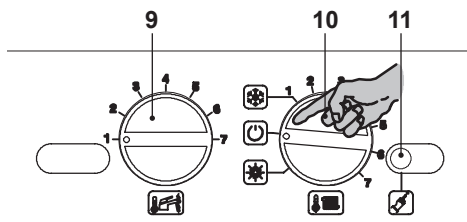

Figura 8.13
- Per uscire dalla programmazione posizionare il selettore di funzione 10 in "⏻" (Figura 8.13), oppure togliere alimentazione elettrica alla caldaia.